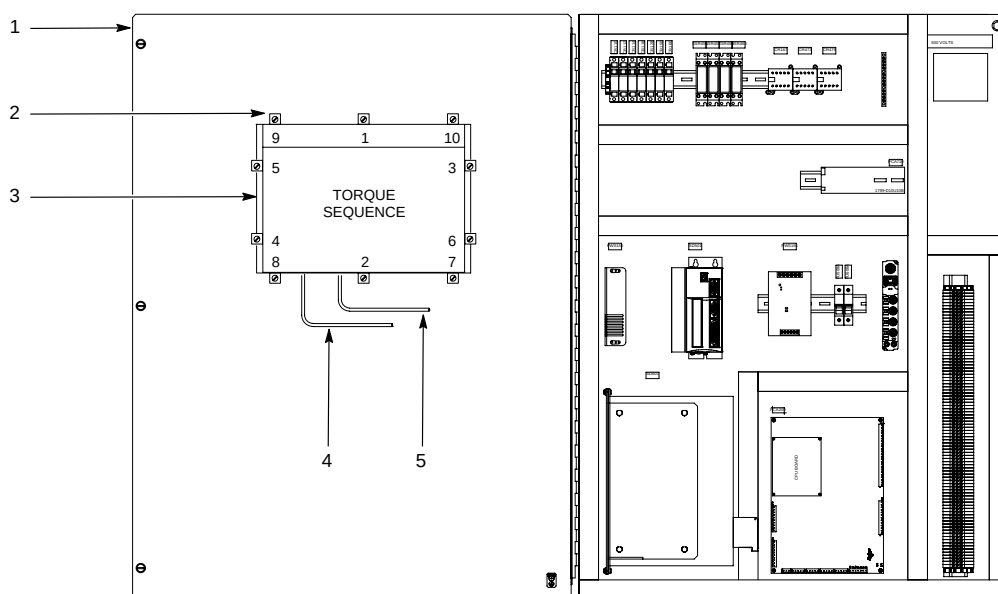

Figura 5 Interfaz del operario y sustitución PCA
2. Ver la figura 5. Abrir la puerta del armario (1).
3. Desconectar los cables CA (4) y serial (5) de la interfaz del operario (3).
4. Extraer las abrazaderas de montaje (2) asegurando la interfaz de operario con la puerta del armario. Extraer la interfaz del operario de la puerta del armario.
6. Instalar la nueva interfaz de operario en la puerta del armario (1).
7. Instalar las abrazaderas de montaje (2). Utilizar la secuencia de par mostrada en la figura 5, apretar las abrazaderas de montaje a 10 pulg.-lb (1,1 N·m). Para evitar la flexión de la pantalla táctil, no sobreapretar las abrazaderas.
8. Conectar los cables CA (4) y serial (5) a la interfaz de operario, teniendo cuidado de instalar el cable serial en el puerto com del que fue extraído.
9. Cerrar la puerta del armario (1).
2. Ver la figura 5. Abrir la puerta del armario.